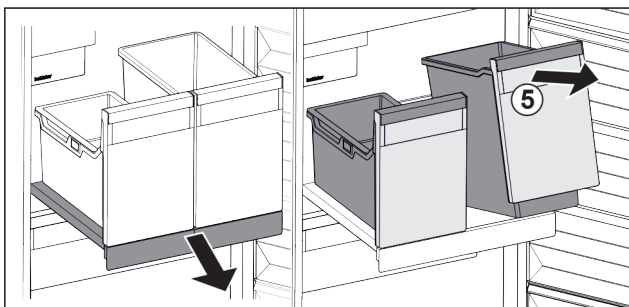

Fig. 104
- ▶ Підняти резервуар Fig. 104 (5) спереду.